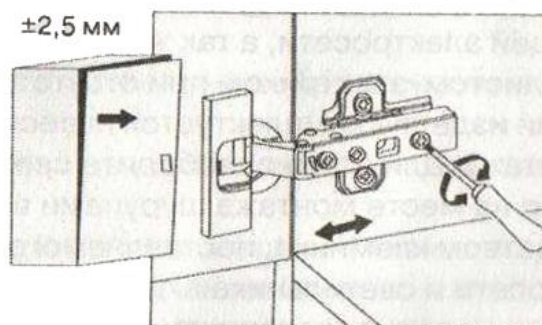

рис. 5
4.3. Регулировка петель. Все используемые петли имеют возможность регулировки. При необходимости Вы можете осуществить её сами с помощью отвертки. Для этого ознакомьтесь с рис. 5.